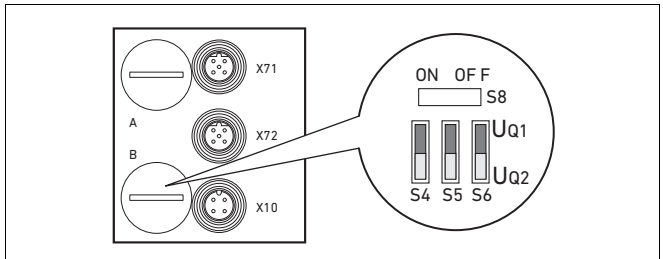

Fig. 9: Conmutador S4, S5, S6 para la asignación de la tensión de alimentación de válvulas ( $U_{Q1}$ ,  $U_{Q2}$ )
1. Abra la tapa roscada inferior **B** (véase Fig. 9 en la página 359).
2. Con ayuda de los conmutadores S4, S5 y S6, asigne a cada grupo de válvulas una de las dos tensiones de alimentación  $U_{Q1}$  o  $U_{Q2}$  (véase Tab. 14 y Fig. 9 en la página 359).